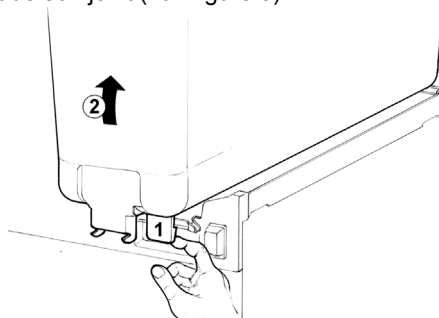

figure 3
- Enlever le réservoir vide en le levant du côté antérieur et en le défilant de son joint (voir figure 3).